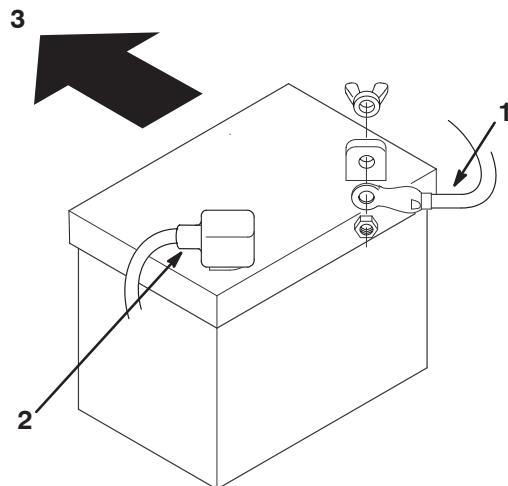

Figure 27
7. Débranchez le câble négatif (noir) de mise à la masse de la borne de la batterie (Fig. 27).
9. Débranchez le câble positif (rouge) de la borne de la batterie (Fig. 27).
1. Placez la batterie sur le châssis, en dirigeant les bornes vers l'avant de la machine (Fig. 27).
3. Connectez le câble positif (rouge) à la borne positive (+) de la batterie à l'aide du boulon et de l'écrou papillon (Fig. 27). Glissez le capuchon en caoutchouc sur la borne de la batterie.
4. Connectez le câble négatif (noir) à la borne négative (-) de la batterie à l'aide du boulon et de l'écrou papillon (Fig. 27). Glissez le capuchon en caoutchouc sur la borne de la batterie.